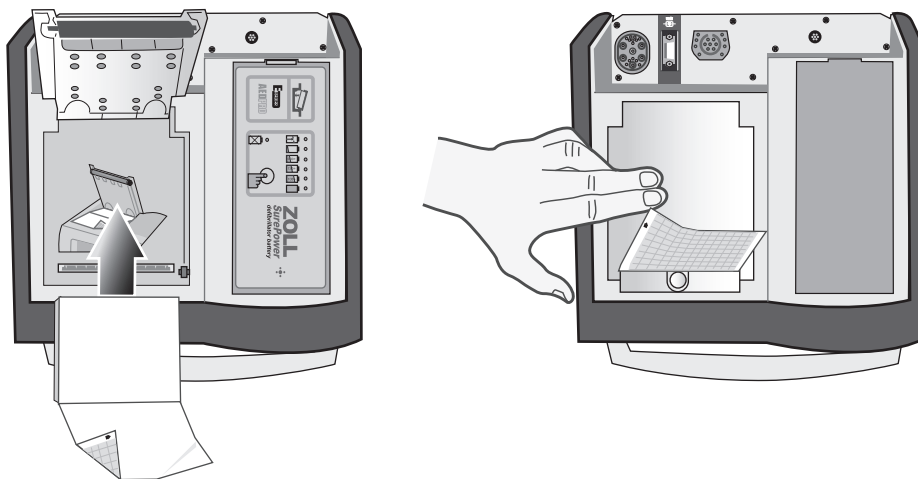

**Figura 13-5. Apertura dello sportello della stampante**
1. Premere il pulsante di rilascio e consentire allo sportello della stampante di aprirsi (consultare Figura 13-5); quindi rimuovere ogni traccia di carta.